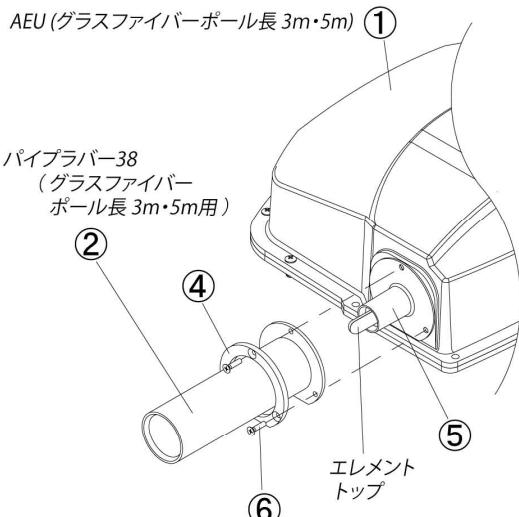
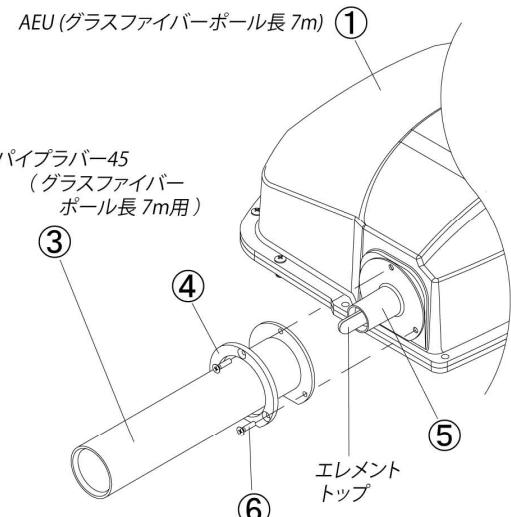

図1-1
図1-2
工場出荷時のAEUは、「図1-1、図1-2」にある②パイプラバー38、③パイプラバー45が組付けてありません、④ラバーサポートのみが組付けてあります。
「表1、図1-1、図1-2」に従って組立て直してください。
[表1、図1-1、図1-2参照]
- 【表1、図1-1、図1-2】はAEU1台分の部品構成表・図です。モデルによって組立てる台数は異なります。例えばKA1-406SであればAEU6台を組立てます。
- パイプラバーは、AEUに搭載されているエレメントの長さによって二種類の長さがあります。使用するグラスファイバーポールの長さが「3m・5m」のAEUは、長さが短い「②パイプラバー 38」を使用します。これはグラスファイバーポール長3m・5mの専用の部品です。
- 使用するグラスファイバーポールの長さが7mのAEUは、長い「③パイプラバー 45」を使用します。これはグラスファイバーポール長7mの専用の部品です。